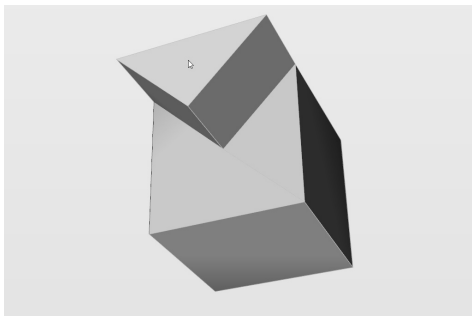

图 6-59 挤出其中一个切分面
4) 对于切分出的每一个面都可以进行单独操作, 如挤出某一个切分面, 如图 6-59 所示。